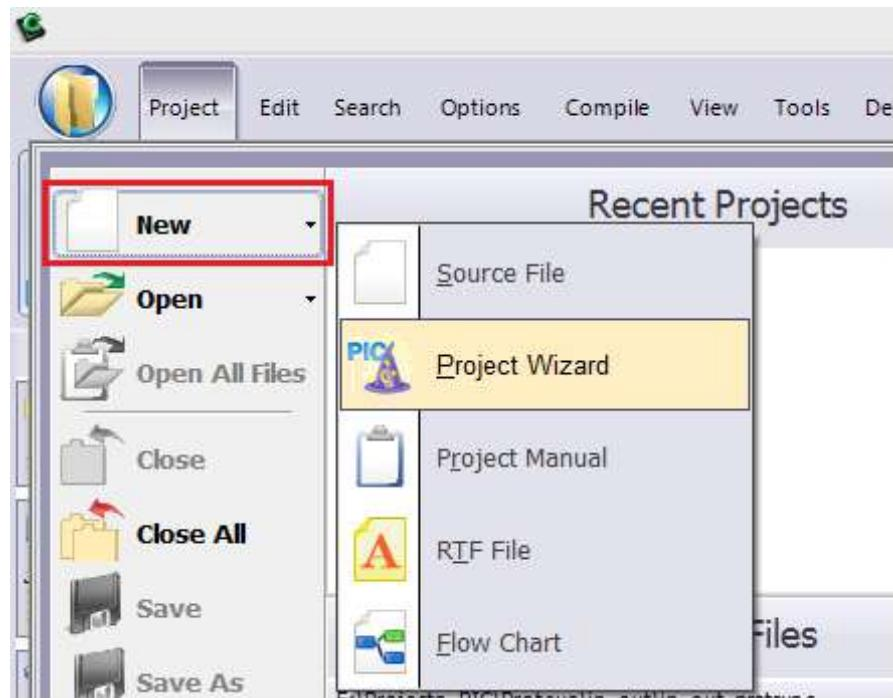

Рисунок 3.3.5 – Процес створення проекту у **IDE PCWH**
2. Вибрати: **New > Project Wizard** (рис. 3.3.5):